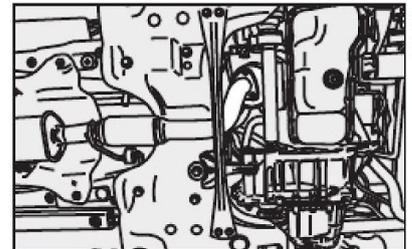

fig. 110
**Conversor catalítico trivalente - fig. 110**